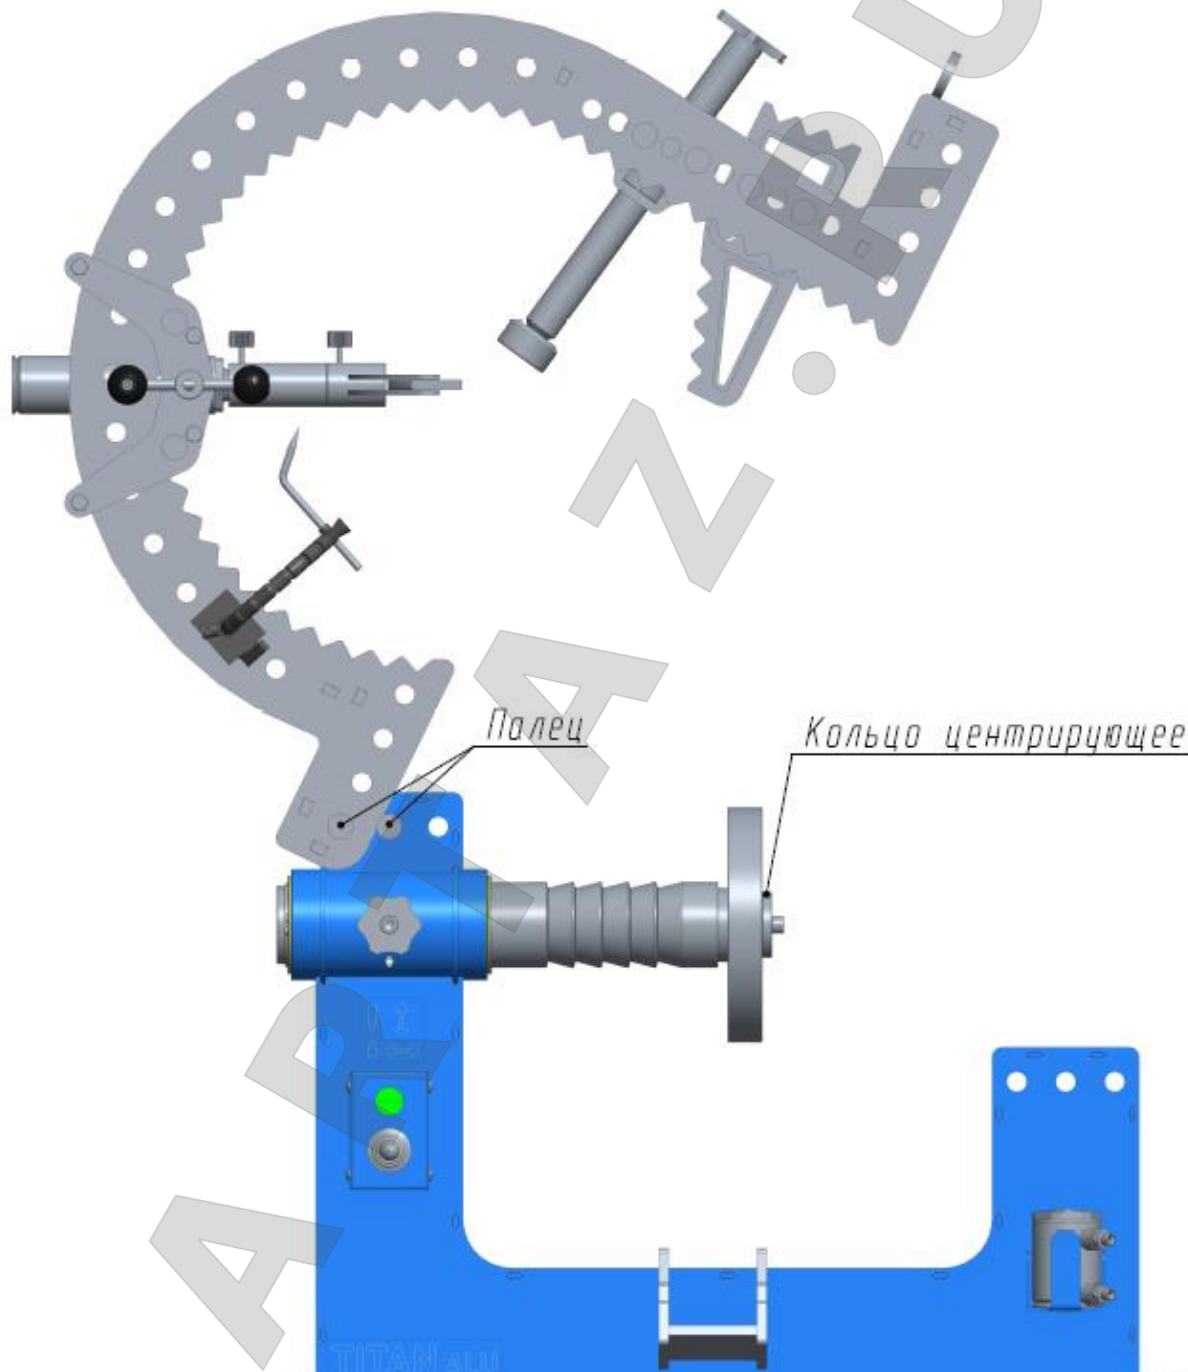

Рисунок 2. Фиксация моста в поднятом положении.
7.1. Для удобства установки деформированного диска на стенд, мост можно поднять вверх, зафиксировав его двумя пальцами. Подобрать по диаметру центрального отверстия диска центрирующее кольцо и установить его перед планшайбой, см. рисунок 2.